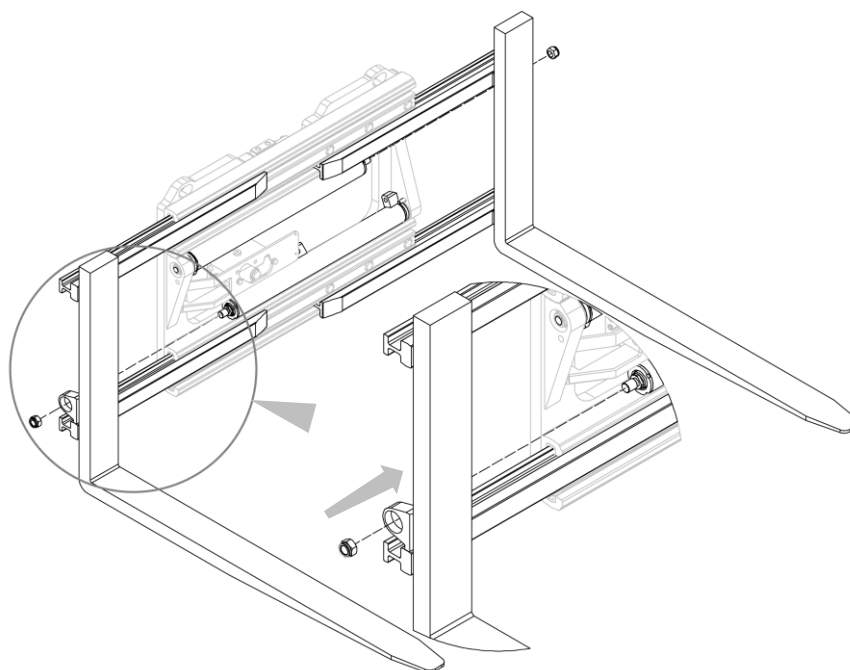
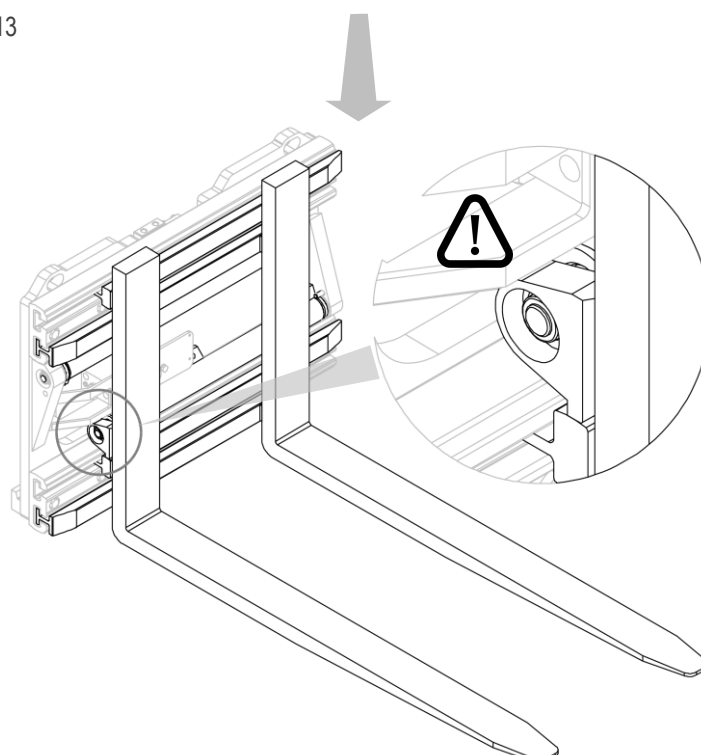

Figura 13
Figura 14
4. Insertar los perfiles, con las correspondientes horquillas, en los asientos correspondientes y fijarlas a los cilindros mediante las correspondientes tuercas (mira *Figura 13* y *Figura 14*).